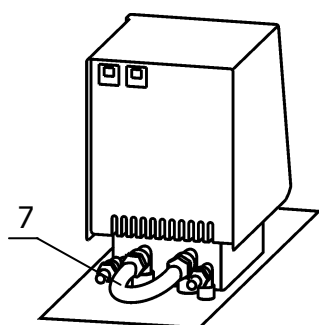

Рисунок 3 — Установка перемычки
1.4.5 Для работы термостата без внешнего потребителя шлангом-перемычкой 7 (рисунок 3) из комплекта поставки термостата соединить входной и выходной штуцеры насоса блока регулирования. Закрепить перемычку на штуцерах, используя хомуты из комплекта поставки термостата.